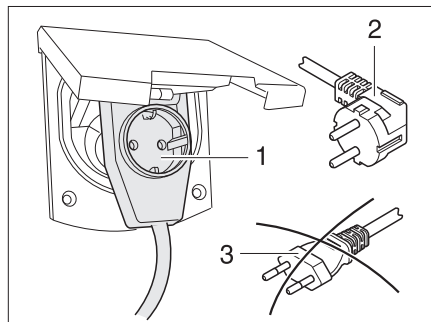

Fig. 91 Raccordement à un adaptateur coudé avec prise de courant
- ▶ Lors de l'utilisation d'un adaptateur coudé CEE 17 muni d'une prise à l'arrière (Fig. 91,1), se servir uniquement d'un connecteur en caoutchouc et scellé IP 44 avec contact de mise à la terre (Fig. 91,2). Ne pas utiliser de connecteur sans contact de mise à la terre (Fig. 91,3). Danger d'électrocution !